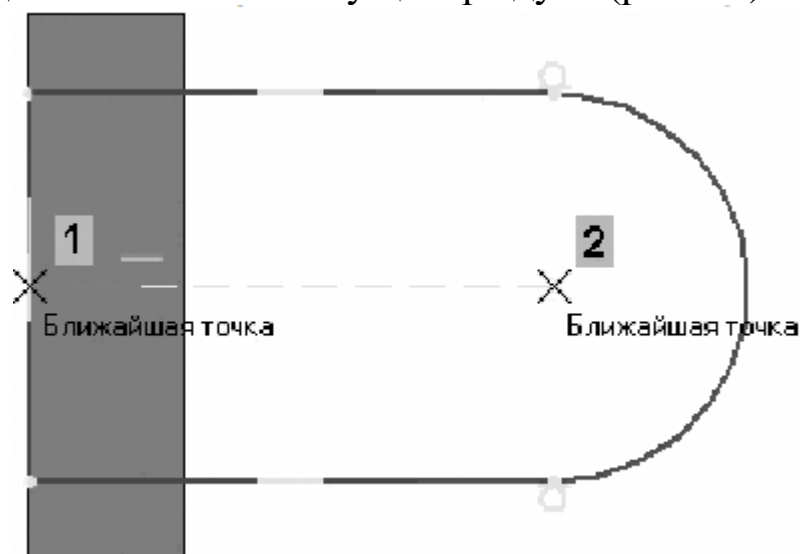

Рисунок 20.
12. С помощью привязки Ближайшая точка укажите точку начала координат эскиза и точку центра дуги (рис. 20).